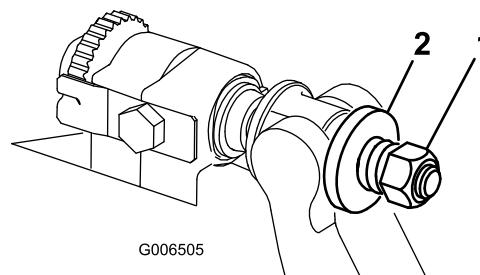

Figure 30
4. Serrez l'écrou de tension du ressort jusqu'à ce que les spires soient jointives, puis desserrez-le de 1/2 tour (Figure 30).